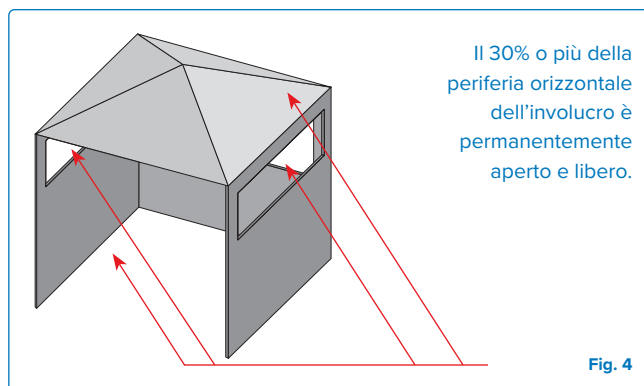
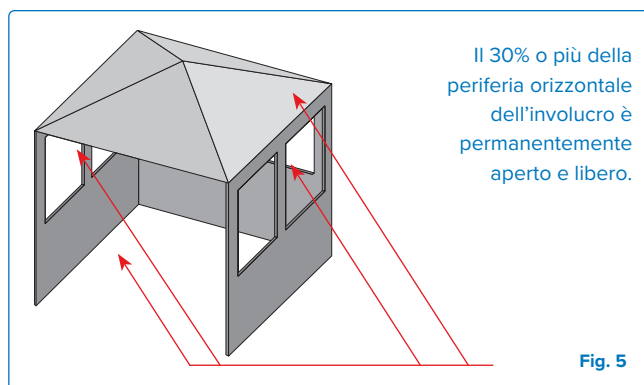

Fig. 4
Fig. 5
- Un apparecchio è considerato all'aperto se installato con un riparo non più inclusivo di un recinto parziale che include una copertura superiore e tre pareti laterali, purché il 30% o più della periferia orizzontale del recinto sia permanentemente aperto. **(Fig 4 e Fig 5)**